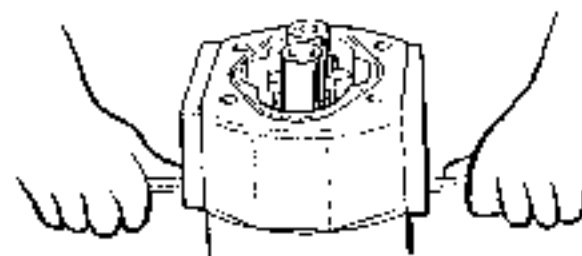

Fig. 10
6. Remove gear case (8). (Fig. 10)
6. キヤケース(8)を取り外す。(Fig. 10)